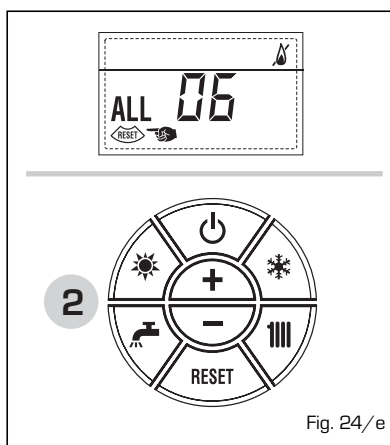

Fig. 24/e
- **ANOMALIA TERMOSTATO SICUREZZA "ALL 07"** (fig. 24/f)